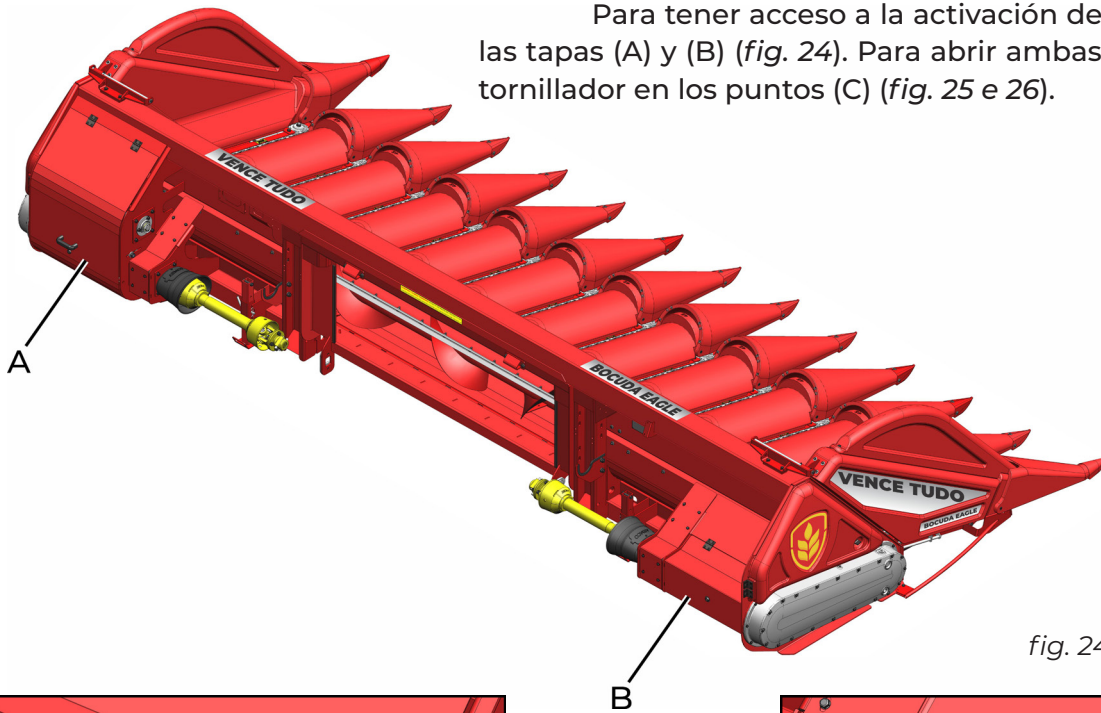
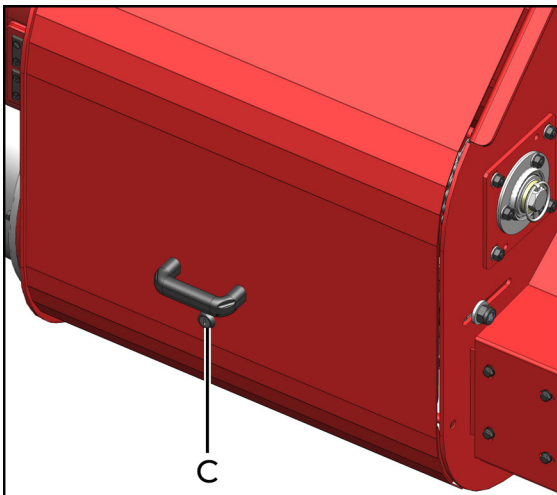

fig. 24
fig. 25
Para tener acceso a la activación de lo cabezal, abra las tapas (A) y (B) (fig. 24). Para abrir ambas, inserte un destornillador en los puntos (C) (fig. 25 e 26).